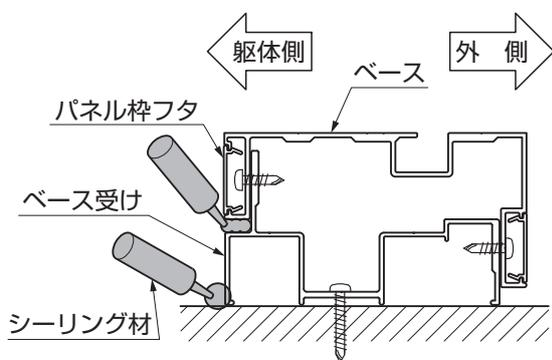
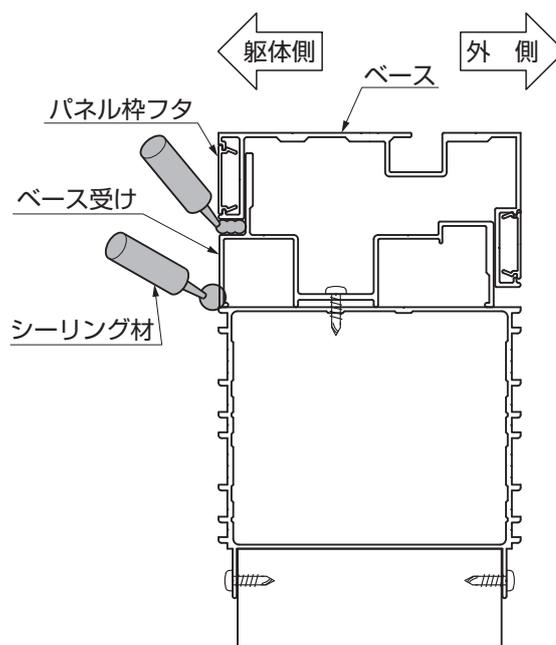

図6-24
図6-25 ベース材仕様の場合
- ①基礎コンクリートを打設してください。
- ②基礎土間工事完了後、ベース受けの外周に、シーリングをしてください。(図6-24、図6-25参照)